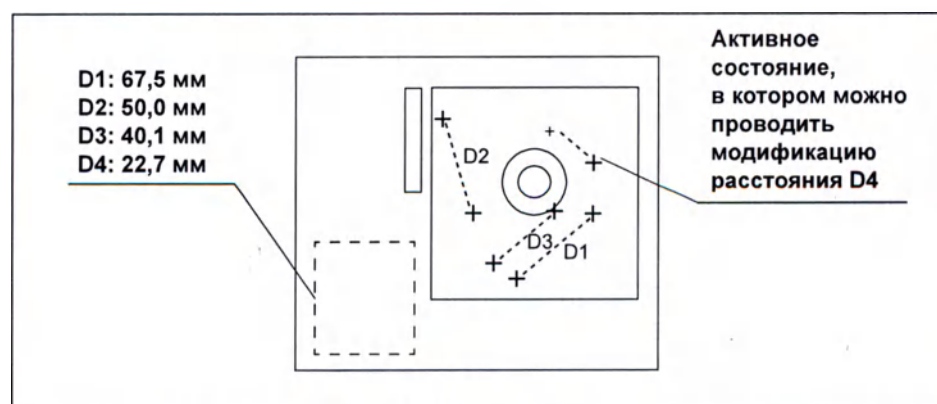

Рисунок 8.11
- 2 Каждое нажатие кнопки циклически переключает выбираемое измерение в следующем порядке D1 → D2 → D3 → D4 → D1. Выбранное измерение выделяется и метка «+» в конечной точке измерения расстояния становится маленькой меткой «+», указывая на активное состояние, в котором можно выполнять модификацию. На рис. 8.11 показано активное измерение D4.